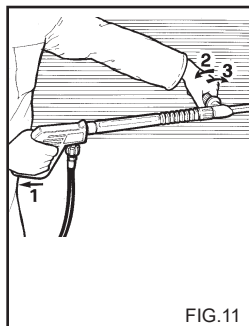

FIG.11
**USO DELLA LANCIA DOPPIA (fig. 11).**